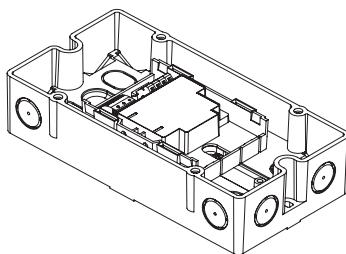

Рис. 3.3.2
- Монтаж вне распределительного щита или блока управления: используйте корпус FDCH221 (рис. 3.3.2).
3. Используйте два винта (M4) для крепления корпуса на плоской поверхности (рис. 3.3.2). Расстояние между отверстиями:  $182,0 \pm 1,0$  мм.
2. Закрепите модуль двумя винтами в корпусе (рис. 3.3.2).